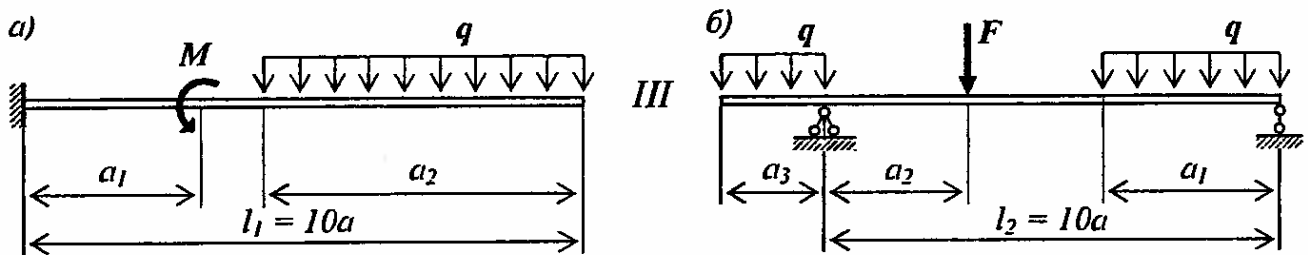

Рис. 1
4. Строим эпюру действительных напряжений кручения τ по длине вала (рис. 1,в), предварительно определив полярные моменты сопротивления W_ρ :
5. Определяем эпюру углов закручивания φ (рис. 1,г), предварительно определив полярные моменты инерции I_ρ :
Для балки, изображенной на рис. 1, а, требуется:
Для деревянной балки круглого поперечного сечения (рис. 1, б) требуется: